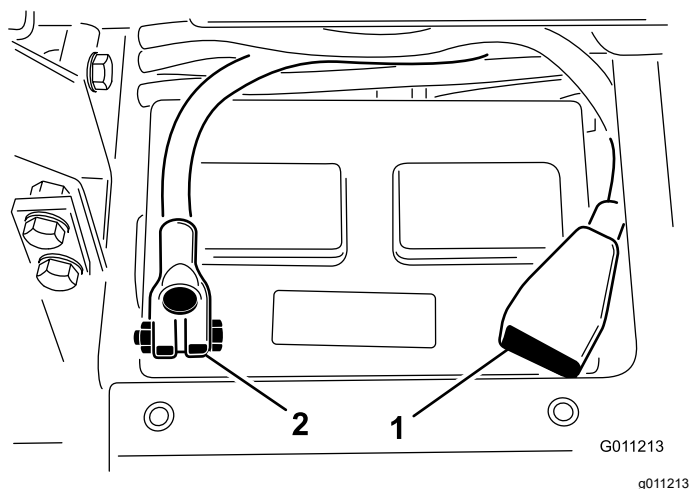

Figura 5
4. Instale o cabo positivo (vermelho) no terminal da bateria positivo (+) e prenda-os com um parafuso em T e porca (Figura 5).
5. Instale o cabo negativo (preto) no terminal negativo (-) da bateria e prenda os com o parafuso em T e porca (Figura 5).